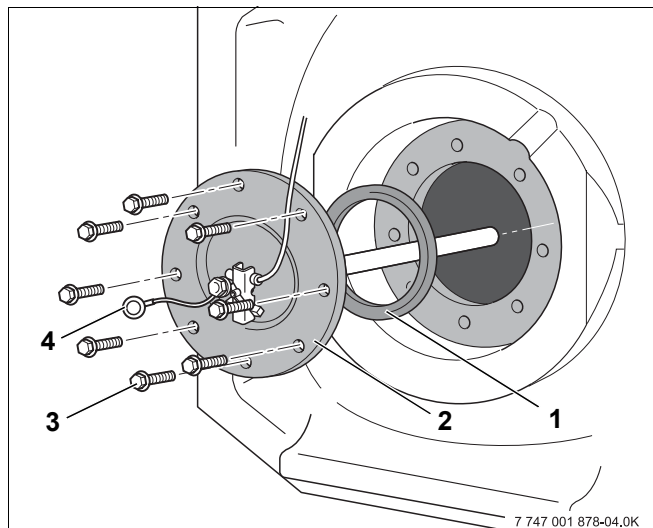

Рис. 16 Установка крышки смотрового люка
- Мы рекомендуем после чистки установить новое уплотнение крышки люка (рис. 16, **поз. 1**), чтобы избежать появления неплотностей в баке.
- Установить на прежнее место крышку верхнего смотрового люка (рис. 16, **поз. 2**) вместе с уплотнением (рис. 16, **поз. 1**).
- Установить ушко заземляющего провода (рис. 16, **поз. 4**), затянуть болт с зубчатой шайбой.
- При креплении ушка заземляющего провода (рис. 16, **поз. 4**) болтом на крышке смотрового люка необходимо обеспечить хорошую проводимость тока, чтобы не нарушить функцию магниевого анода.
- Рукой закрутить болты (рис. 16, **поз. 3**) на крышке люка.
- В заключение затянуть винты с шестигранной головкой (рис. 16, **поз. 3**) динамометрическим гаечным ключом с усилием 25-30 Нм.